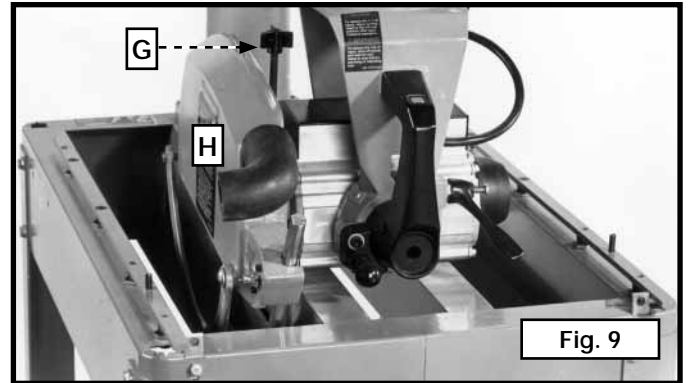

Fig. 9
6. Retirer la tige de fixation et la rondelle du protège-lame (G) fig. 9. Retirer le module du protège-lame (H).